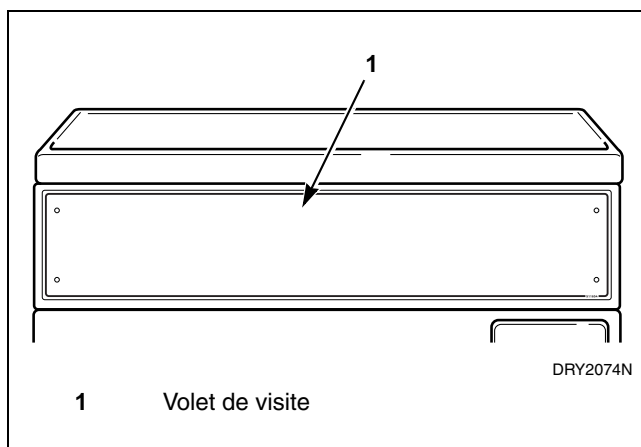

Figure 1
1. Ouvrir le volet de visite. Se reporter à la *Figure 1*.